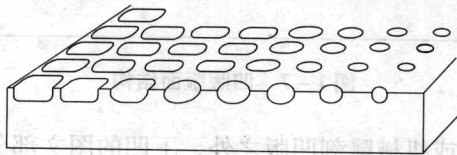

图 1-10 网穴的开口、深度同时变化的凹版
(3) 凹版版面上的网穴在深度变化的同时，网穴的开口也在变化，图像阶调层次亮的部位，雕刻的网穴开口小、深度浅；反之，图像阶调层次暗的部位，雕刻的网穴开口大，深度也深。这类网穴结构如图 1-10 所示。